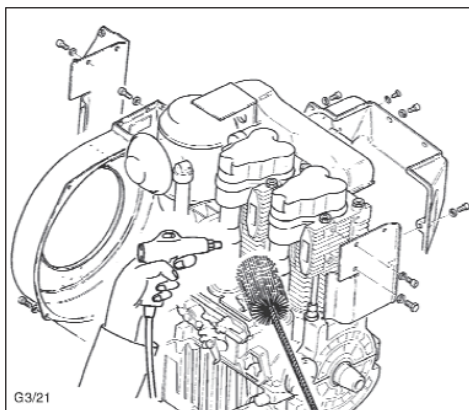
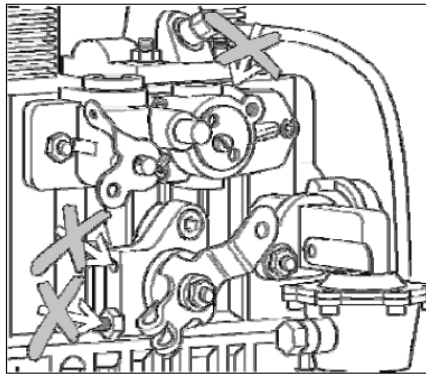

Fig. 22
Fig. 23
- Enlevez le bouchon de drainage (1) et permettez la vidange complète de l'huile (Fig. 22 sans collecteur d'huile et fig. 23 avec collecteur d'huile).
- Introduisez le bouchon de drainage (1) avec un nouveau joint torique (2) et ajustez-le bien.
- Desserrez et dévissez le filtre à huile du moteur à l'aide d'une clef de sangle (1) ou avec un outil similaire.